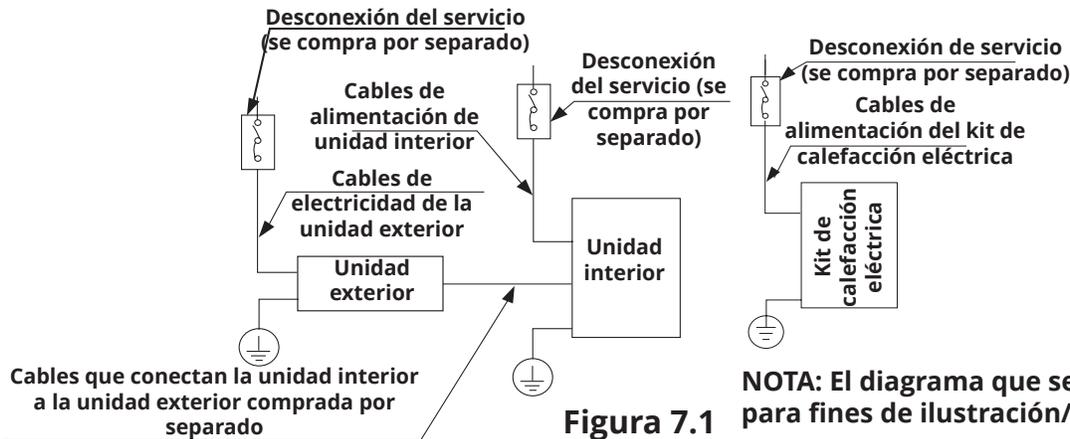

Figura 7.1
- Cuando la corriente máxima del acondicionador de aire sea superior a 16 A, se debe utilizar una desconexión del servicio con un dispositivo de protección (se compra por separado). Consulte la Figura 7.1. Los sistemas en el mercado norteamericano deben estar cableados de acuerdo con los requisitos de NEC y CEC y las reglamentaciones estatales y locales.